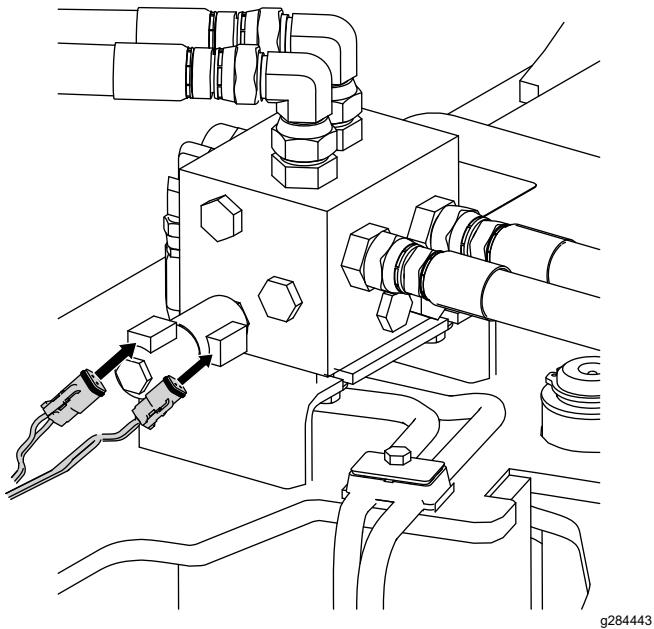

Рисунок 8
15. Проложите 2 свободных разъема Y-образного переходника к открытым разъемам с левой стороны коллектора и подсоедините их (Рисунок 8).